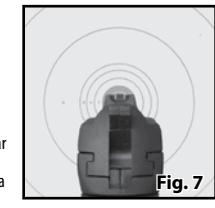

Fig. 7
3. A pistola de pressão está apontada corretamente quando a massa de mira está posicionada na ranhura da alça de mira (Fig. 7).